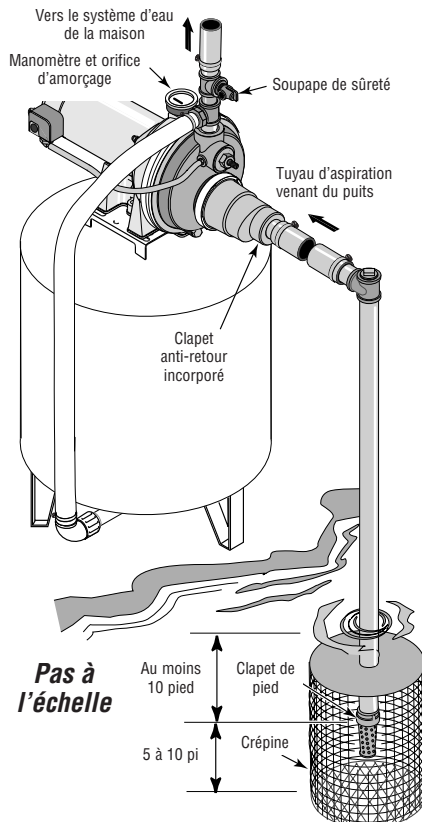

Figure 9 : Installation pour les eaux de surface
4. Assembler le clapet de pied et le tuyau d'aspiration (voir la Figure 9). S'assurer que le clapet de pied fonctionne librement. Utiliser du ruban Téflon™ ou de la pâte pour raccords filetés à base de Téflon™ sur les raccords filetés. Poser une crépine autour du clapet de pied pour le protéger contre les poissons, les déchets, etc. (voir la Figure 9).
6. Poser le té d'amorçage, le bouchon d'amorçage et le tuyau d'aspiration sur la pompe (voir la Figure 9). Supporter le tuyau de façon qu'il ne soit pas cintré afin qu'il n'exerce pas de contraintes sur le corps de la pompe; de plus, il doit être légèrement incliné vers le haut, du puits jusqu'à la pompe (les points hauts risquent de causer des poches et des bouchons d'air dans la pompe). Rendre étanches les raccords du tuyau d'aspiration avec du ruban Téflon™ ou une pâte pour raccords filetés à base de Téflon™. Les raccords doivent être étanches à l'air et à l'eau. Si le tuyau d'aspiration aspire de l'air, la pompe ne pompera pas l'eau du puits.